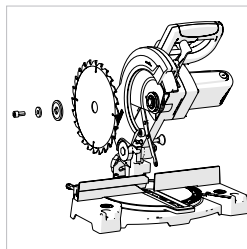

Рис. 27
- С помощью имеющегося в комплекте шестигранника ослабьте зажимной винт шпинделя и снимите со шпинделя шайбу, фланец и диск (**рис. 27**).